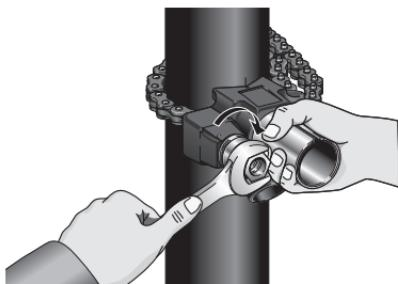

Figure 4 – Montage du guide de perçage
4. Stabilisez et alignez le guide d'une main, tout en desserrant l'écrou de réglage légèrement pour parfaire son positionnement. Alignez les repères du guide sur l'axe de perçage du tuyau, puis serrez l'écrou de réglage à fond à l'aide d'une clé de  $1\frac{1}{8}$ " (27 mm) (*Figure 4*). Ne lâchez pas le guide avant de vous être assuré qu'il est bien arrimé au tuyau.